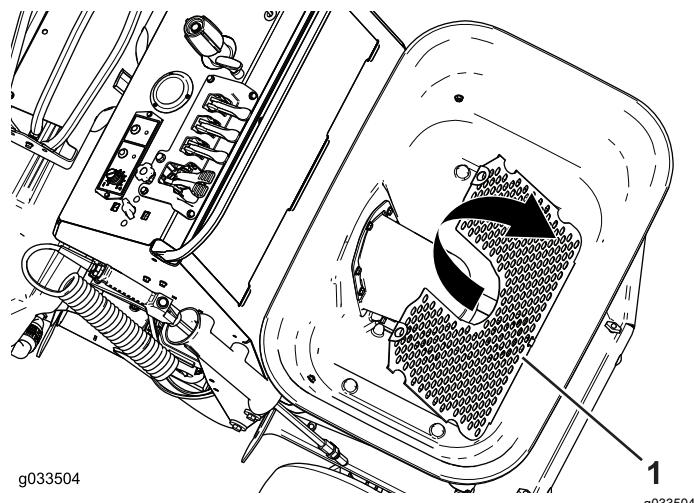

Figura 50
5. Incline hacia adelante la rejilla de la parte inferior de la tolva para limpiar los componentes del fondo de la tolva (Figura 50).